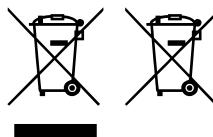

Fig. 1 Fig.2
- символ (перечеркнутая мусорная корзина на колесиках - Рис.1), даже если он указан на продукте или на упаковке, указывает на то, что оборудование следует утилизировать отдельно в конце срока службы;